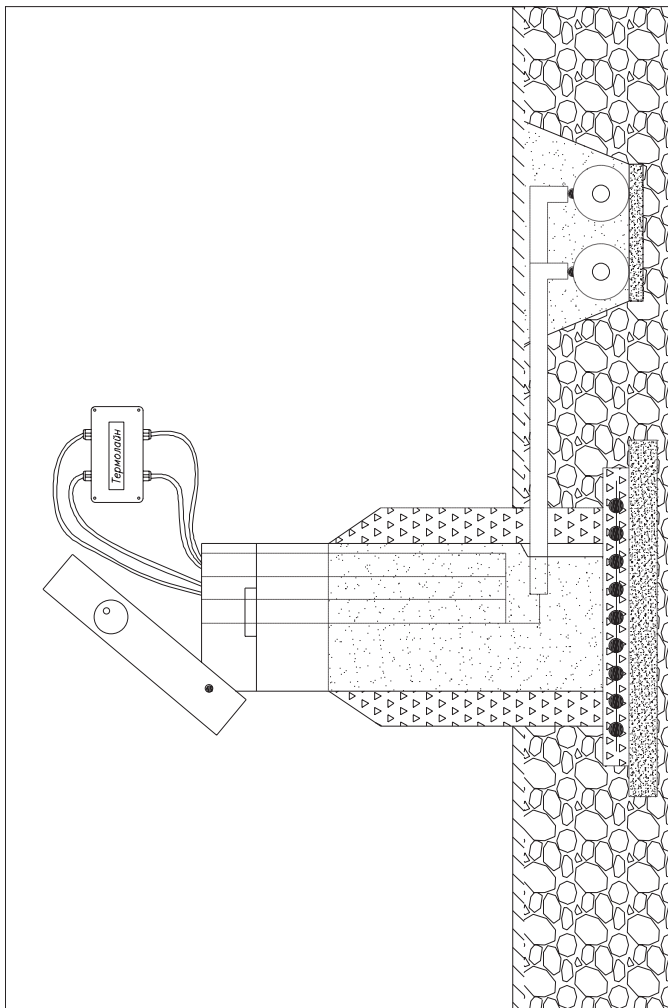

Рис. 12 «Установка терминала в наземном ковре»
17. При установке терминала в ковре (**Рис. 12**) пункты с 11 по 13 не выполнять.